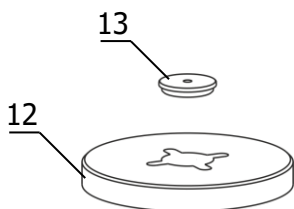

Рисунок 3 — Внешний вид крышки для сличения ареометров
5.16 Для размещения ареометров в рабочей ванне с помощью крышки для сличения ареометров 12 (рисунок 3) следует: